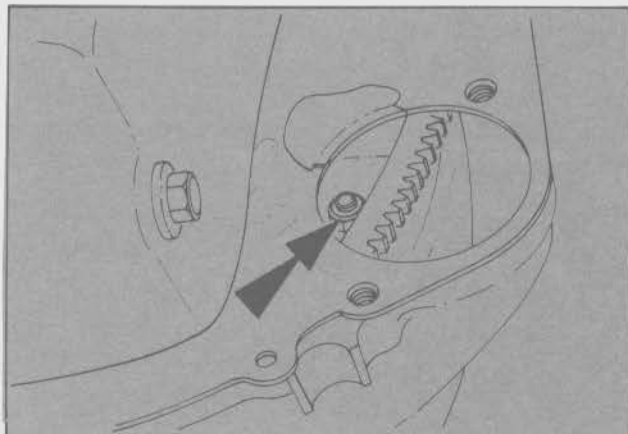

Fig. 24 - Montaje del convertidor
- Montar una llave adecuada en la tuerca de la polea del cigüeñal y girar el mismo hasta ubicar por la abertura del motor de arranque los tornillos (3) de sujeción del convertidor a la placa portacorona de arranque y retirar los mismos (Fig. 24).